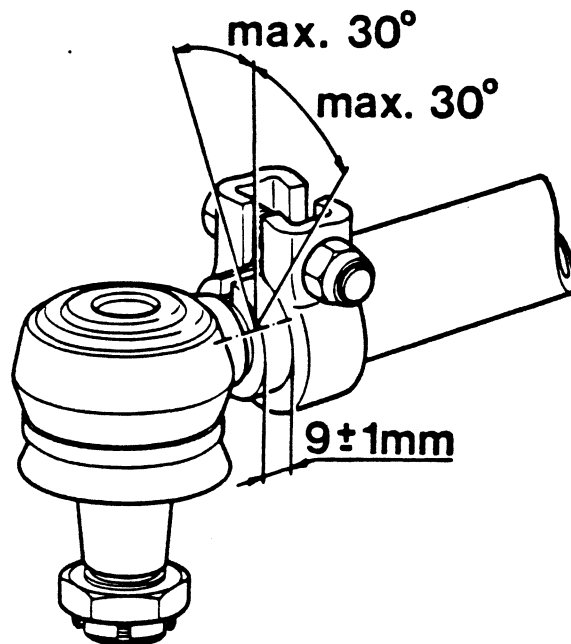

Fig. 18
- Indien klemstukken gemonteerd zijn (zoals in Fig. 18) mag de gleuf in het klemstuk max. 30° verdraaid worden gemonteerd t.o.v. de gleuf in de stuurstang om nog verzekerd te zijn van voldoende klemkracht.